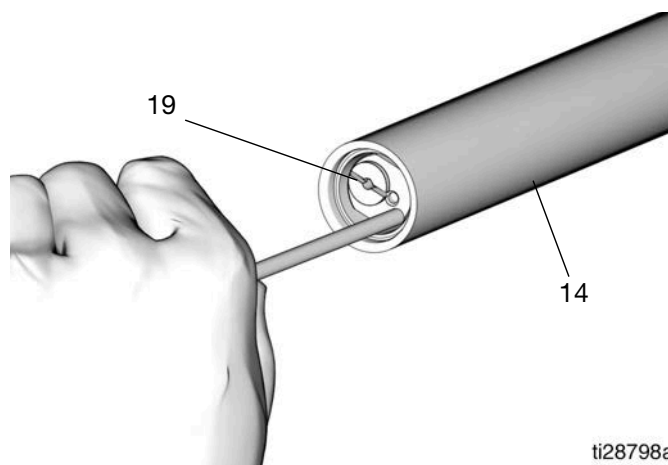

FIG. 28
3. Con una varilla suave y larga de aluminio o de latón, sin bordes cortantes ni rebabas, extraiga el conjunto de la válvula de retención (19) del tubo de salida (14) (FIG. 28).